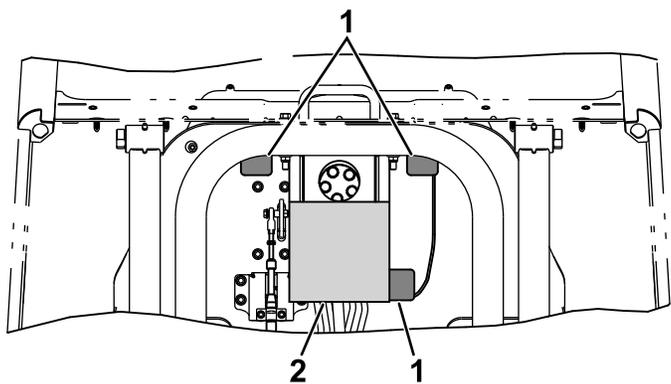

Figura 6
6. Remova a película posterior e instale a almofada da direção (Figura 6).
7. Remova a película posterior e instale os três tampões da patilha de montagem sobre os furos no painel do piso (Figura 6).